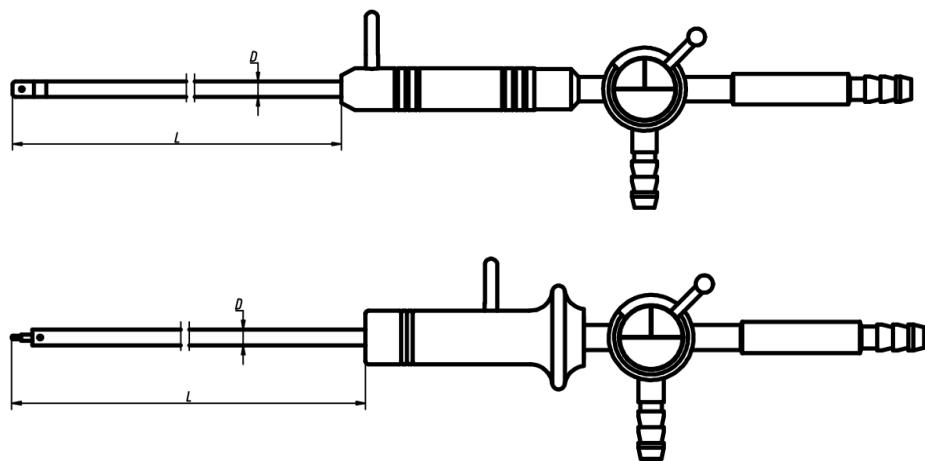

Fig.5 Diagrama da estrutura do Eletrodo de Sucção e Irrigação Monopolar
E. A estrutura de contorno e as dimensões básicas do Eletrodo de Sucção e Irrigação Monopolar são mostradas na Fig. 5 e na Tabela 5.